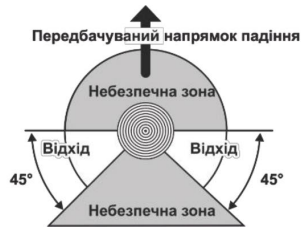

Рисунок 8. Схема зони падіння дерева.
2. Визначити напрямок, у якому буде падати спилане дерево з урахуванням напрямку вітру, передбачити маршрут відходу під час падіння дерева (треба відійти від стовбура у протилежному від падіння напрямку, принаймні на 3 м, щоб уникнути удару після відкидання стовбура назад на пень (рис. 8).